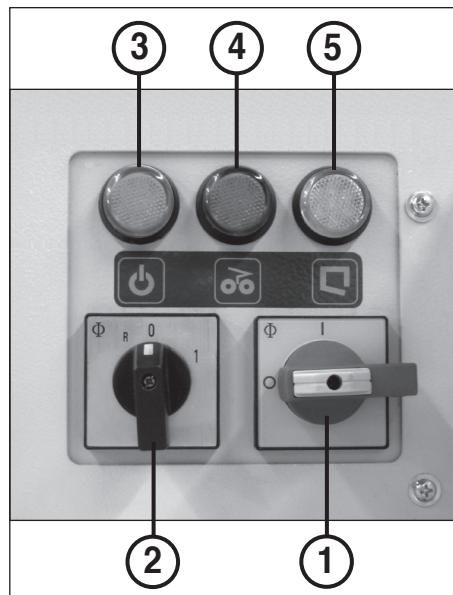

Рис. 7
1. Режущий механизм блокируется. Загорается контрольный индикатор (4) (рис. 7).
Распределите поданный материал и продолжайте измельчение с меньшим количеством бумаги. Для этого аппарат необходимо сначала выключить с помощью поворотного переключателя (2) (рис. 7) (поз. «0»), а затем вновь включить (поз. «1»).
Загорается контрольный индикатор «Приемный мешок заполнен» (5) (рис. 7). Опорожните приемный мешок следующим образом:
- немного приоткрыть дверцу (10) и рукой сравнять насыпной конус в приемном мешке.